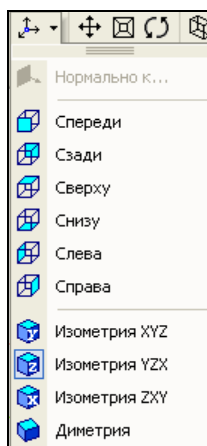

Рис. 4.20. Выпадающее меню списка видов
- ◆ на панели инструментов **Вид** ЛК мыши нажмите черный треугольник (кнопка **Список видов**) рядом с кнопкой **Ориентация**. Раскроется выпадающее меню со списком видов (рис. 4.20). Выделите ЛК пункт **Изометрия YZX**;